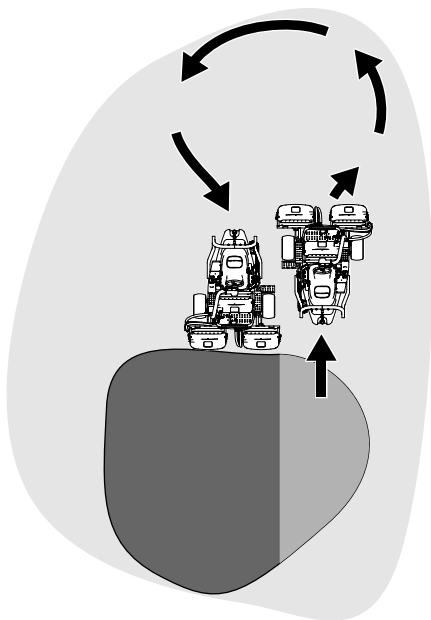

図 24
6. Uターンするとき、一旦反対側にハンドルを切ってから回転すると、楽に、しかも効率良く回ることができて次の列そろえが楽になります。反対側に軽く振ってから回転すると雨だれ形の旋回 図 24 になって、スムーズに次の列に入ることができます。